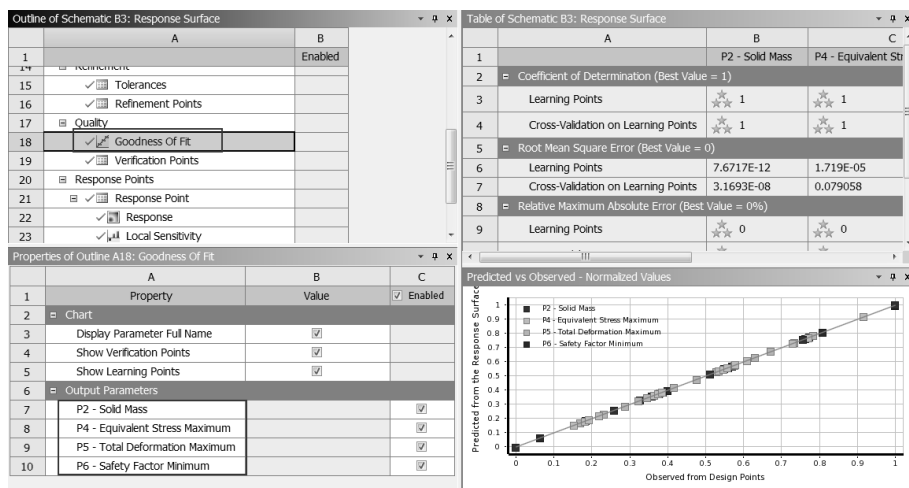

图 18-25 Goodness of Fit 图表
Step4：单击 Goodness of Fit 选项，其余保持默认，此时将显示如图 18-25 右侧所示的拟合曲线与离散数据点。